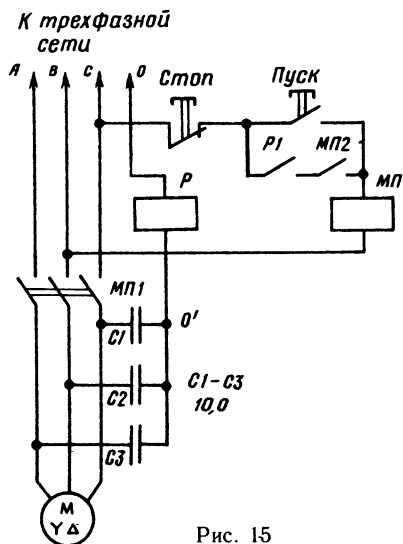

Рис. 15
*Второй способ* (рис. 15). Защитное устройство основано на принципе создания искусственной нулевой точки (точка  $O'$ ), образованной тремя одинаковыми конденсаторами  $C1-C3$ . Между этой точкой и нулевым проводом  $O$  включено дополнительное реле  $P$  с нормально замкнутыми контактами. При нормальной работе электродвигателя напряжение в точке  $O'$  равно нулю и ток через обмотку реле не протекает. При отключении одного из линейных проводов сети нарушается электрическая симметрия трехфазной системы, в точке  $O'$  появляется напряжение,